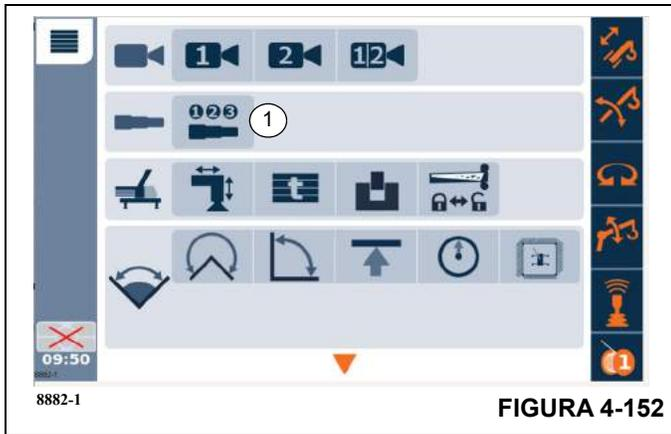

FIGURA 4-152
- Ingrese a la pantalla de semiautomatización en la pantalla de funcionamiento. El icono para esta pantalla es (1), (Figura 4-152).